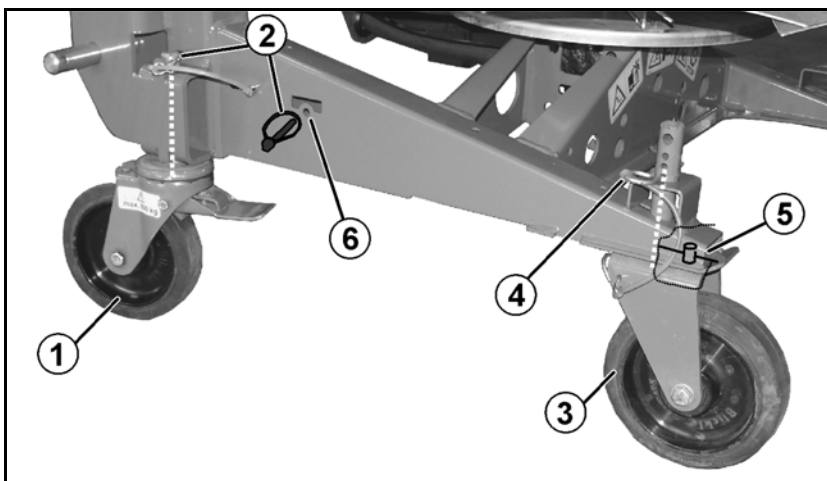

Bild 30
5. Styrbara bromsrullar (Bild 30/1) fram:
- o montera och fixera med låssprint (Bild 30/2), eller
- o demontera efter att låssprinten har tagits bort och spärra parkeringsläge (Bild 30/6).
6. Fasta rullar (Bild 30/3) bak:
- o montera och fixera med fjädersprintar (Bild 30/4) i de nedersta hålen,
Vid monteringen av de fasta rullarna måste man se till att bulten (Bild 30/5) går helt igenom hålet på ramen och fixerar rullarna i på längden.